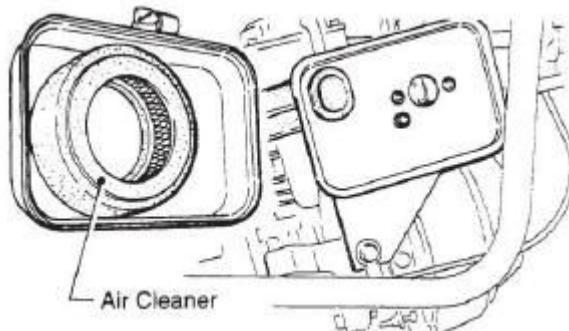

Рис. 12 Воздушный фильтр
- Воздушный фильтр (Рис. 12) со стороны двигателя вряд ли будет загрязнен, однако после очистки фильтрующего элемента с керосином, окуните его в смесь из 3 частей бензина и 1 части моторного масла. После внешний элемент необходимо хорошо отжать, внутренний хорошенко вытряхнуть, перед их обратной установкой.